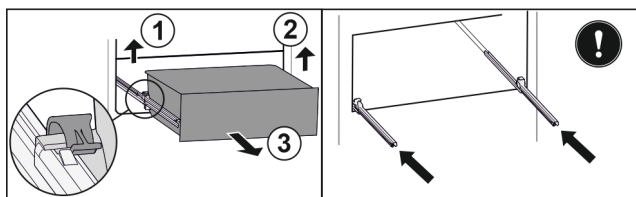

Fig. 119
- ▶ Zvedněte levou svorku a současně vytáhněte zásuvku vlevo dopředu. Fig. 119 (1)
- ▶ Zvedněte pravou svorku a současně vytáhněte zásuvku vpravo dopředu. Fig. 119 (2)
- ▶ Vyjměte zásuvku dopředu. Fig. 119 (3)